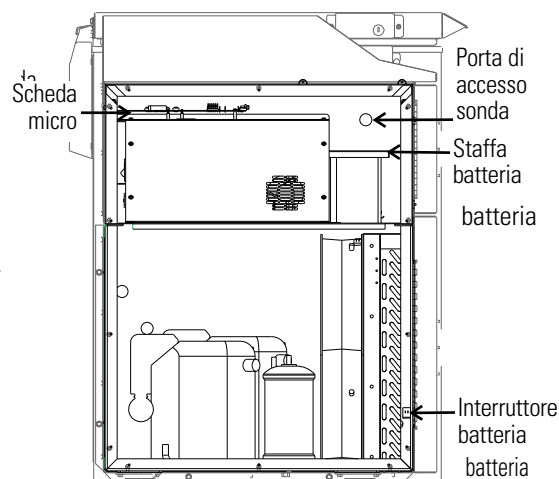

Figura 5-1. Posizione interruttore di alimentazione batteria
2. Individuare l'interruttore di alimentazione della batteria (Figura 5-1). Portare l'interruttore di alimentazione della batteria sulla posizione OFF (O).
4. Rimuovere i tre dadi che fissano la staffa della batteria. Vedere Figura 5-1.
Tutti i modelli, ad eccezione di 3 piedi cubi (Figura 5-1):